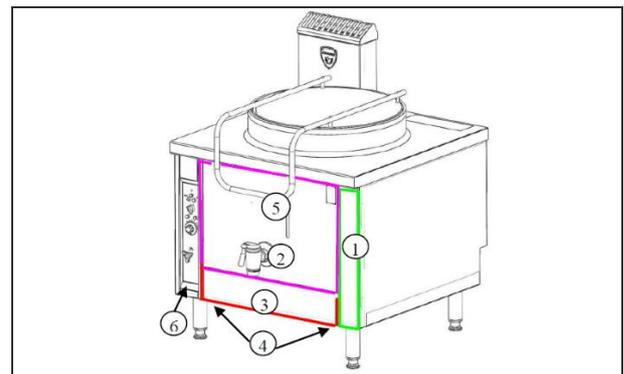

Fig11
- Déposer le capot latéral droit (Fig11 rep1).
- Déposer le robinet de vidange et la rosace (Fig11 rep2).
- Déposer le capot central bas (Fig11 rep3 et 4).